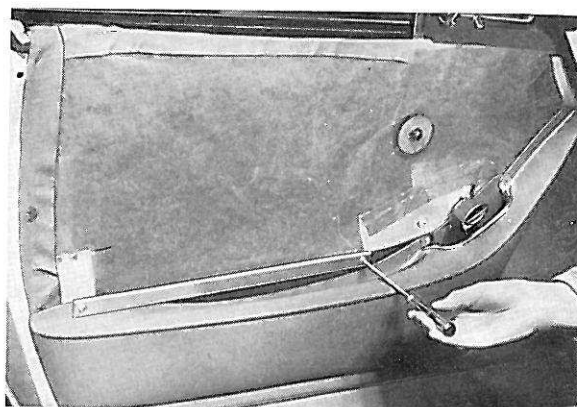

Figure 10. Démontage de la baguette de l'accoudoir
4. Enlever ensuite les deux vis de la baguette au bord supérieur de la partie inférieure du revêtement de porte (figure 10) et les deux vis de la garniture, ce qui permet de déloger ensuite la garniture en se servant d'un tournevis comme décrit dans le paragraphe ci-avant. Il suffit alors de déposer la garniture, ce qui entraîne en même temps l'accoudoir.